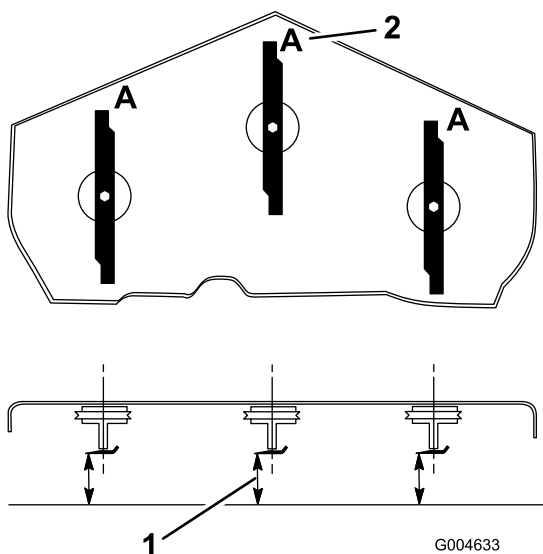

図 20
3. ブレードが前後方向を指すように回転させる（図 20）。Aの位置で（図 20）、平らな床面からブレードの刃先までの高さを測る。測定値を記録する。